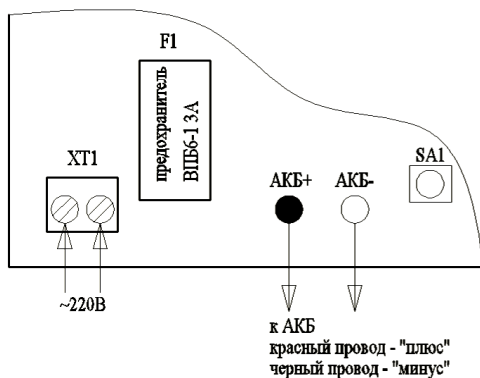

Рисунок 2. Схема внешних подключений основного и резервного источников питания
- вход напряжения питания (клеммы «СЕТЬ 220В») служит для питания прибора от сети переменного напряжения 220В (см. рис. 2);
9.4. Электрические соединения прибора при установке производятся в соответствии со схемой подключения (рис. 2 и 3).